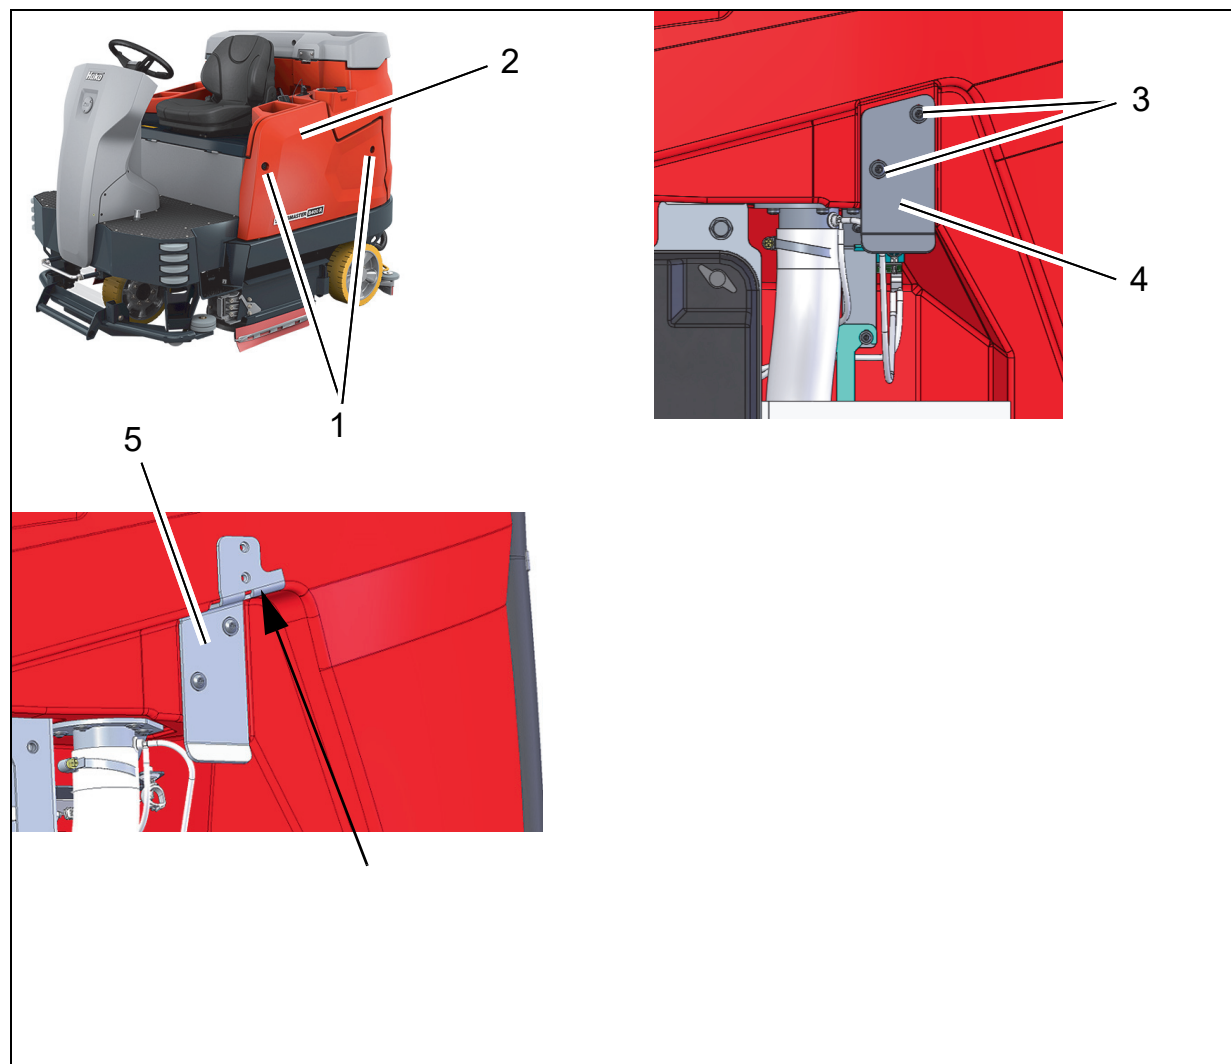

Abb. 2
1. Die Verriegelung (Abb. 2/1) an der Seitenverkleidung (Abb. 2/2) mit beigelegten Schlüssel lösen. Seitenverkleidung entfernen.
2. Schrauben (Abb. 2/3) am vorhandenen Verriegelungsblech lösen. Verriegelungsblech (Abb. 2/4) entfernen.
3. Neues Verriegelungsblech (Abb. 2/5) nach oben an die Anlagekante schieben und mit den Linsenflanschschrauben M6x16 montieren. Linsenflanschschrauben mit Loctite 243 sichern.